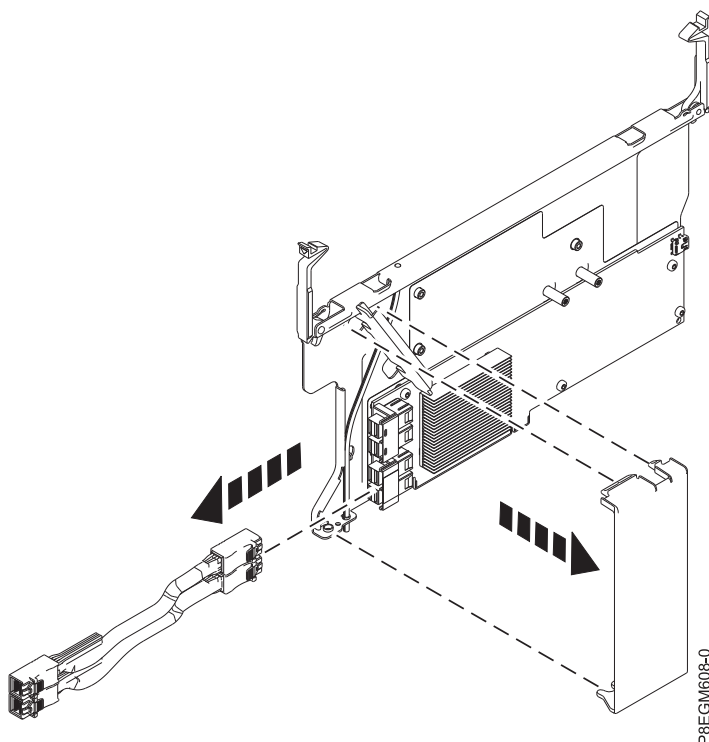

図 14. 通気カバーの取り外し
7. スロット P1-C15 から SAS RAID 内部アダプターを取り外す場合は、アダプターから通気カバーを取り外します。まずカバーの上部を押し下げ、次にカバーの下部を持ち上げて SAS RAID 内部アダプター・アセンブリーにある穴から出します。このカバーは、交換用のアダプターで再使用するために保管しておきます。 18 ページの図 14 を参照してください。